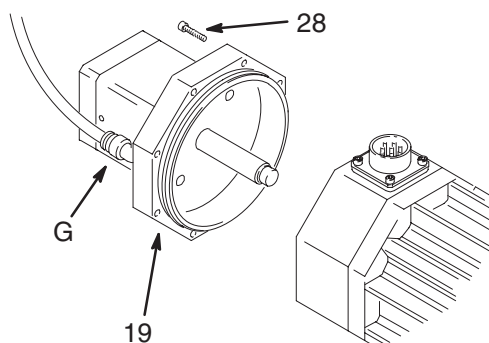
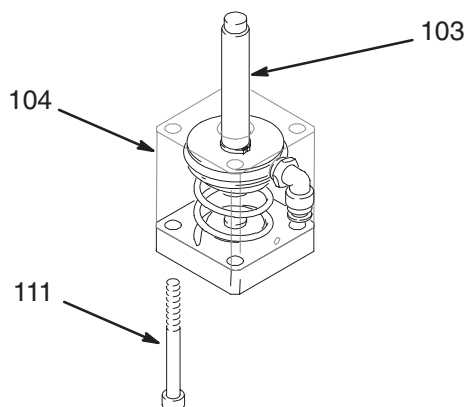
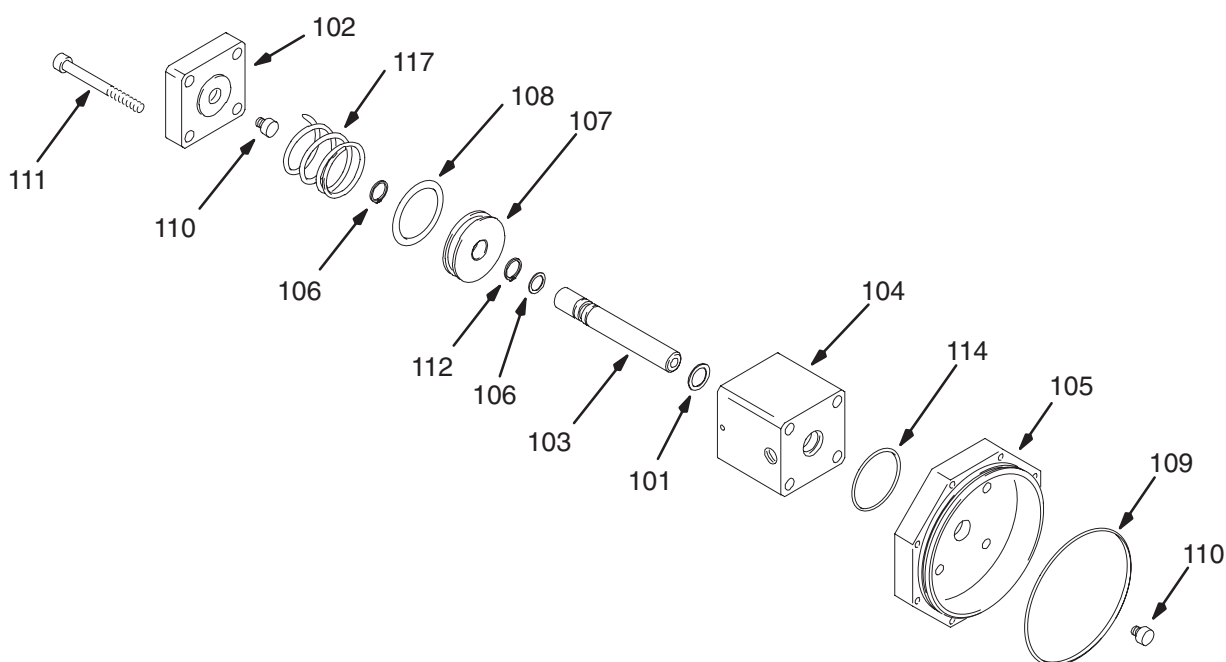

Fig. 4
Fig. 5
Fig. 6
3. Desconecte las líneas de fluido de la entrada (A) y la salida (B) de fluido de la válvula dosificadora.
4. Desconecte la línea neumática de la entrada de aire del dispositivo de cierre (G). Vea la Fig. 4.
6. Conecte un suministro de aire comprimido a la entrada de aire del dispositivo de cierre (G). Accione el cilindro con una presión de aire de, aproximadamente, 3500 kPa, 3,5 bar para retraer el vástago del dispositivo de cierre y mantener comprimido el resorte del dispositivo de cierre.
7. Saque los ocho tornillos (28) del conjunto del dispositivo de cierre (19), y desmonte el conjunto del dispositivo de cierre. Vea la Fig. 4.
9. Desconecte la línea neumática de la entrada de aire del dispositivo de cierre (G).
10. Presione hacia abajo la tapa del cuerpo del cilindro para evitar que las piezas salten y salgan, y saque los tornillos (111) de la tapa del dispositivo de cierre. Vea la Fig. 5.
11. Retire la tapa del cilindro (102) del cilindro (104).
12. Saque las juntas tóricas (109) de la tapa (105).
13. Retire el resorte (117) del cuerpo del cilindro (104). Vea la Fig. 6.
14. Retire los parachoques de goma (110) de la tapa del cilindro (102) y del vástago de la válvula (103).
16. Instale la junta tórica (108) en el cuerpo del cilindro sobre el pistón (107). Introduzca el pistón y el resorte (117) en el cuerpo del cilindro (104).
17. Aplique sellador anaeróbico (Loctite® 242 ó 243 ó equivalente) a las roscas de los cuatro tornillos (111).
18. Comprima el resorte lo suficiente como para engranar las roscas de los tornillos en la tapa del dispositivo de cierre. Apriete los cuatro tornillos (111) a un par de 2,7–3,4 N.m.
19. Instale las juntas tóricas de la tapa (109).
20. Instale los parachoques de goma (110) en el extremo del dispositivo de cierre de la varilla (103) y la tapa del cilindro (102).
21. Conecte un suministro de aire comprimido en la entrada de aire del dispositivo de cierre (G). Accione el cilindro para retraer el vástago de cierre y mantener el resorte comprimido.
22. Sujete el conjunto del dispositivo de cierre (28). Vea la Fig. 4.
24. Desconecte la línea neumática de la entrada de aire del dispositivo de cierre (G).